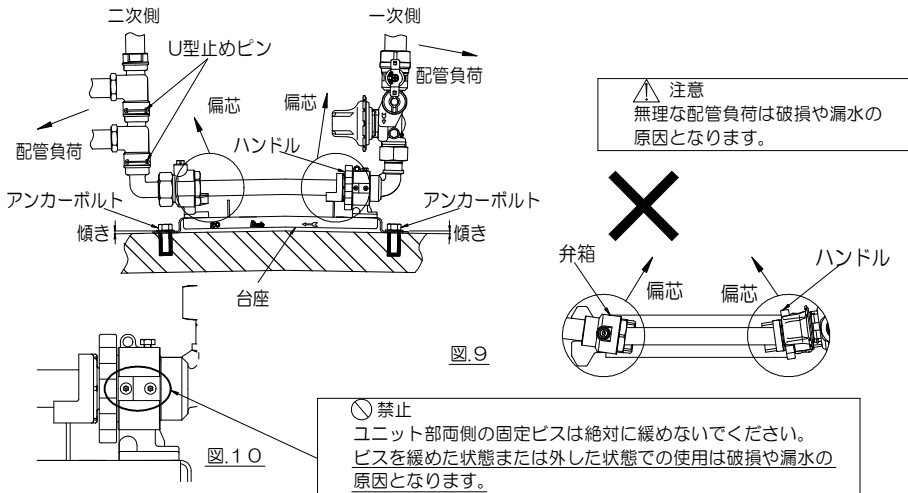

図.9
- ・コンクリート地面に本製品を直接設置する場合も「②施工手順メータユニット台座部設置」と同様ですが、オプション部品の防振ゴムを架台の下に取り付け、設置面との緩衝材にすることを推奨致します。
2.メータユニット一次側・二次側の配管接続の際は、無理な芯合せをしないよう注意してください。(図.9)